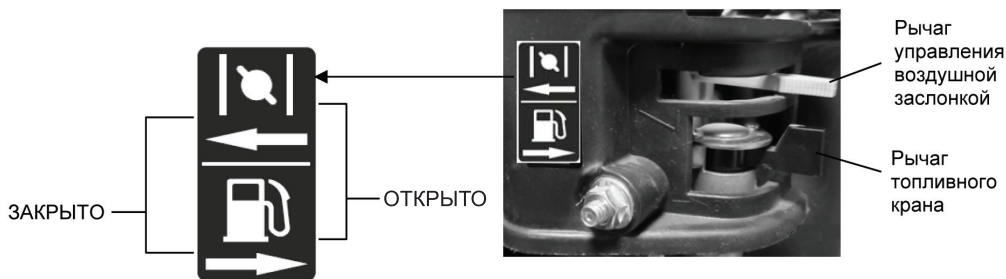

Рис. 12
1. Поставьте рычаг топливного крана в положение «ОТКРЫТО» (Рис. 12).
2. При запуске холодного двигателя переведите рычаг управления воздушной заслонкой в положение «ЗАКРЫТО» (Рис. 12). Не закрывайте воздушную заслонку, если двигатель прогрет.